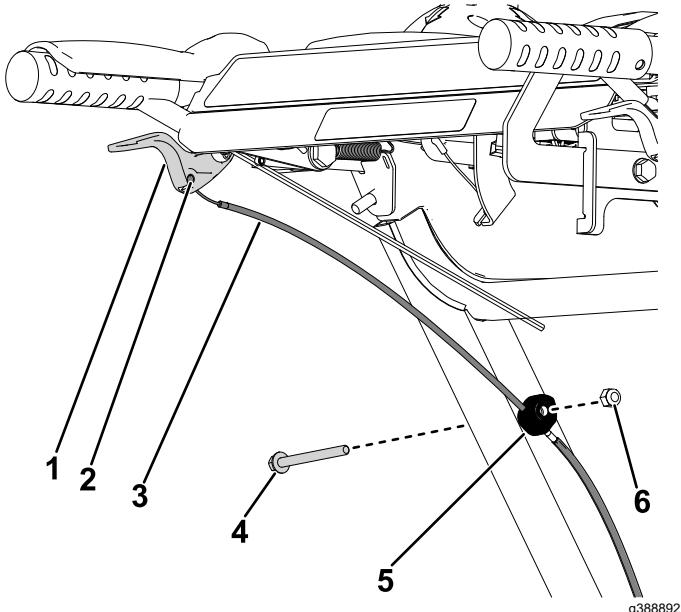

Bild 25
- Haken den Kupplungszug auf der linken Seite der Maschine in den Kupplungshebel ein (Bild 25). Wiederholen Sie diese Schritte an der rechten Seite.
- Montieren Sie von der linken Seite der Maschine aus die Kabelklemme am unteren Griffrohr und sichern Sie diese mit der Schraube ($\frac{1}{4}$ " x $2\frac{3}{4}$ ") und der Mutter ($\frac{1}{4}$) (Bild 25). Wiederholen Sie diese Schritte an der rechten Seite.